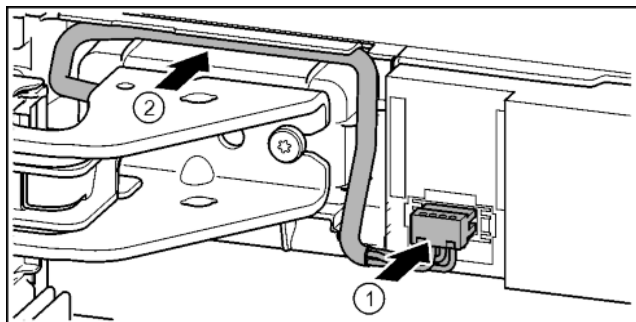

Fig. 42
- ▶ Wcisnąć wtyczkę nad górną płytką zawiasu i ostrożnie ułożyć w kanale skrętkę kablową. *Fig. 42 (1)*
- ▶ Szary kabel ostrożnie ułożyć w prowadnicy nad górną płytką zawiasu. *Fig. 42 (2)*